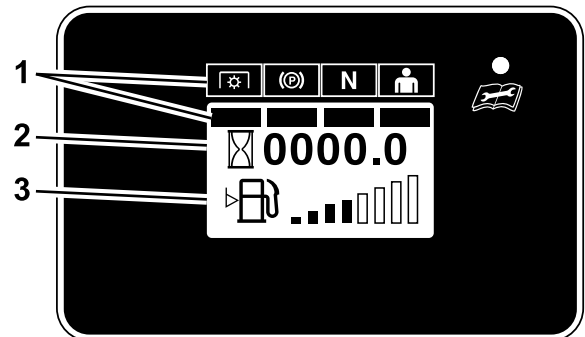

Figura 8
Após a exibição das telas de inicialização, a tela padrão é exibida (Figura 8).
- Se o cortador de grama estiver equipado com um sensor de combustível, a tela padrão mostrada em Figura 8 será exibida.